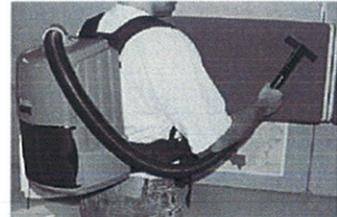

FIG. 11
3. Commencez le nettoyage de la zone en vous éloignant progressivement de la prise de courant. Pour éviter la fatigue du dos, restez le dos bien droit quand vous nettoyez (Figure 11).